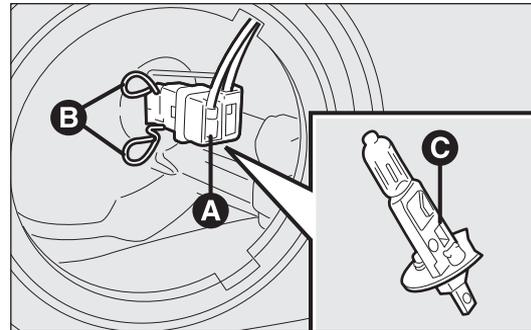

Abb. 177
- den elektrischen Steckverbinder A – Abb. 177 abziehen;
- die Haltefeder der Lampe B – Abb. 177 aushängen;
- die Glühlampe C – Abb. 177 herausziehen und austauschen;